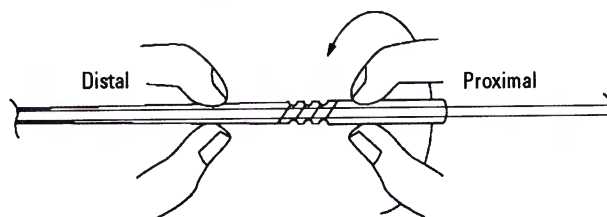

Рис. 7. Снятие блокировки вращением против часовой стрелки
4. После высвобождения разделяемой спирали IDC продвинуть ее вперед на расстояние 2 мм от кончика оболочки интродьюсера, после чего снова закрыть поворотный замок (Рисунок 7).